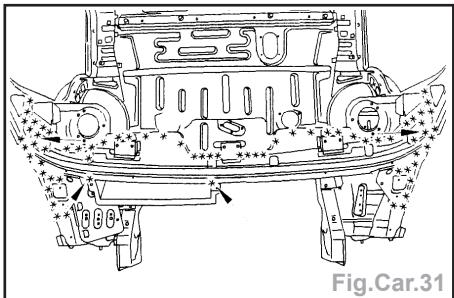

Fig.Car.31
- Dégrafer les lignes de points à l'aide d'une fraise de \varnothing 8 mm (Fig.Car.31).